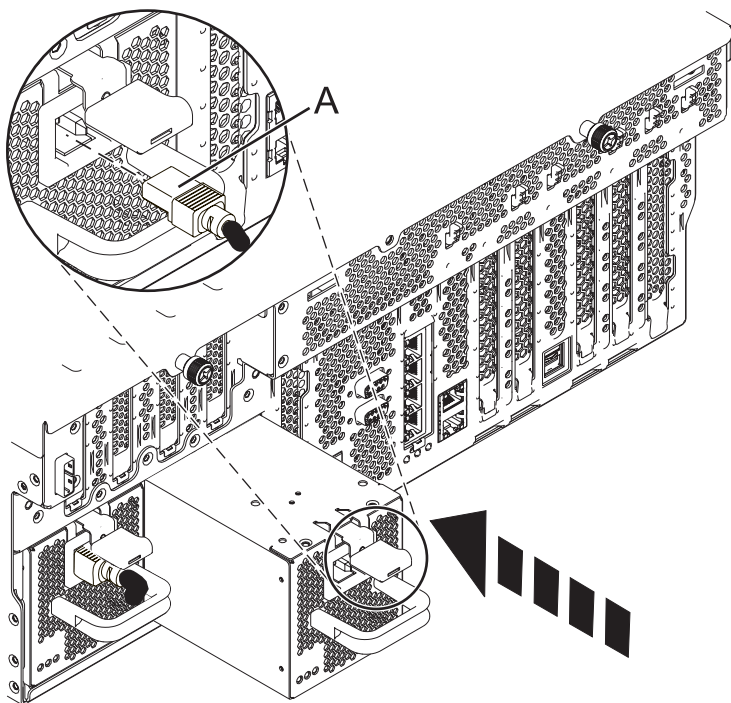

Figure 8. Remplacement d'une alimentation électrique
4. Insérez l'alimentation électrique jusqu'à ce que le taquet de verrouillage s'emboîte dans son logement comme indiqué dans la figure 8, à la page 12.